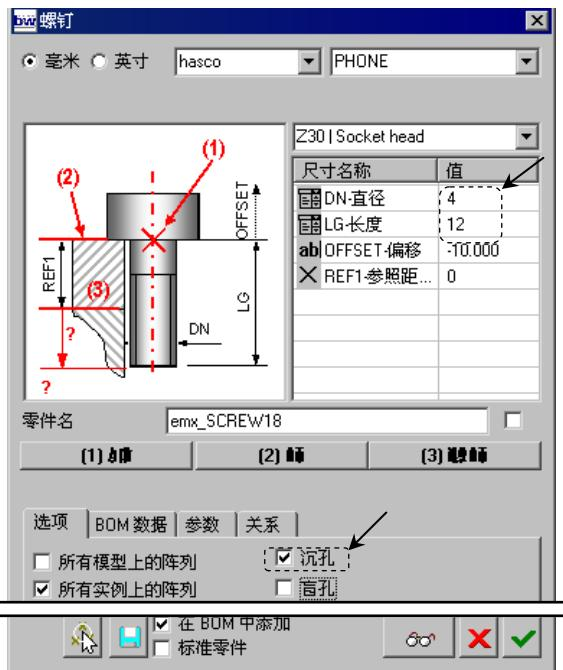
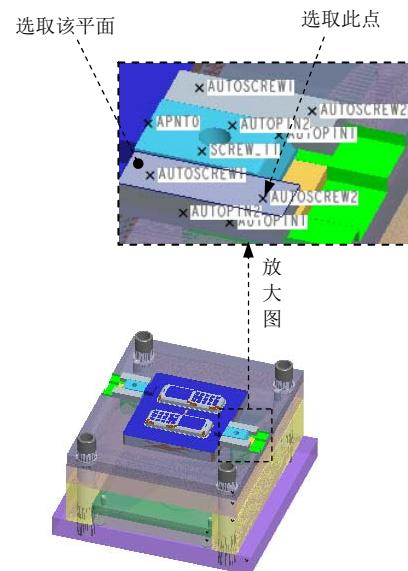
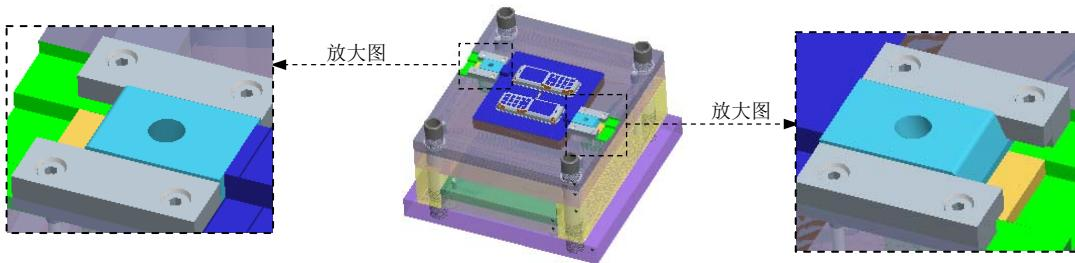

图 31.71 “螺钉”对话框
图 31.72 定义螺钉位置
图 31.73 添加其余 4 个螺钉
Step10. 装配螺钉 (此时要显示基准点)。单击 **EMX 工具** 功能选项卡 **螺钉** 控制区域中的 **定义** 按钮, 系统弹出图 31.71 所示的“螺钉”对话框; 单击对话框中的 **(1)点轴** 按钮, 系统弹出“选择”对话框, 选择图 31.72 所示的点“AUTOSCREW2”为螺钉定位点, 在“选择”对话框中单击 **确定** 按钮, 单击“螺钉”对话框中的 **(2)曲面** 按钮, 选择图 31.72 所示的面为螺钉定位面, 单击“螺钉”对话框中的 **(3)螺纹曲面** 按钮, 再选择图 31.72 所示的面为螺纹曲面; 在对话框中的 **DN 直径** 下拉列表中选择 4, 在 **LG 长度** 下拉列表中选择 12; 在对话框中选中 **沉孔** 复选框, 取消选中 **盲孔** 复选框; 单击“完成”按钮 ; 使用同样的方法创建其余的 3 个螺钉和斜导柱滑块 2 上的四个螺钉, 结果如图 31.73 所示。